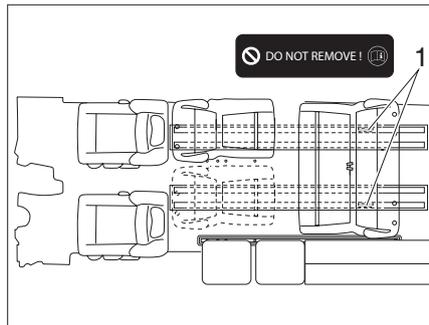

Fig. 5 Divano letto montato correttamente
Per delimitare la corsa dei sedili, nella guida di inserimento è montata una piastra di delimitazione (Fig. 5,1).
- ▶ Utilizzare il divanetto soltanto nell'area anteriore davanti alla piastra di delimitazione (Fig. 5,1) della guida di inserimento. Nella zona posteriore, l'utilizzo del divanetto non è consentito.
- ▶ Non rimuovere la piastra di delimitazione (Fig. 5,1) (Do not remove!).